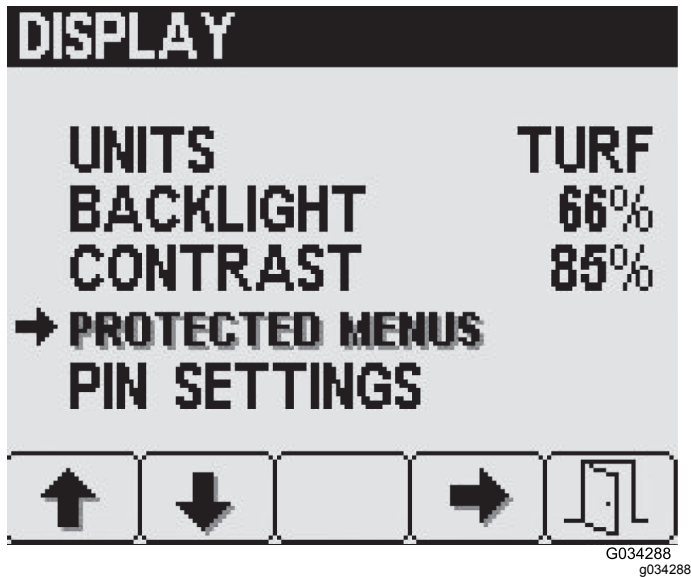

Bild 22
1. Drücken Sie auf den Bildschirm „Display“ die Taste 2, bis Sie „Geschützte Menüs“ erreichen und drücken Sie Taste 4, um „Geschützte Menüs“ auszuwählen (Bild 22).